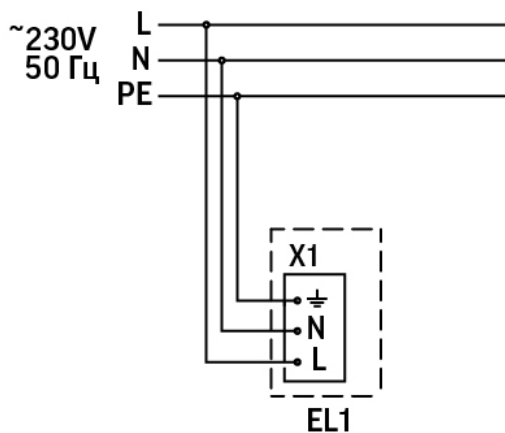

Рис.1
- Электрическое подключение светильника осуществляется через клеммную колодку, установленную на внутренней поверхности корпуса светильника. Подключите сетевой провод к контактам клеммной колодки светильника строго в соответствии с маркировкой и схемой подключения (Рисунок 1). Сечение проводников кабеля должно быть не более 2,5 мм2. Важно! ЗАЗЕМЛИТЕ СВЕТИЛЬНИК!